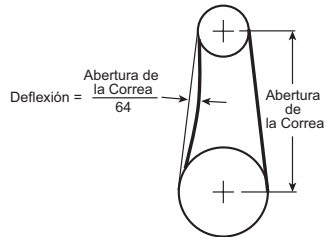

Figura 7
- c. Modelos 3ATU4, 3ATU5, 3ATU6, 3ATU7, 3ATU8, 3ATU9, 3ATV1, 3ATV2, 3GY73, 3GY74, 4YY18, 4YY19, 4YY20, 4YY21, 4YY22, 5DV07, 5DV08, 6KWK3, 16D526: La tensión de la correa debe tensarse para permitir una deflexión de 0,15 mm por cada centímetro (1/64" por cada pulgada) de tramo de la correa cuando se le aplica presión moderada con el pulgar. Consulte la Figura 7.